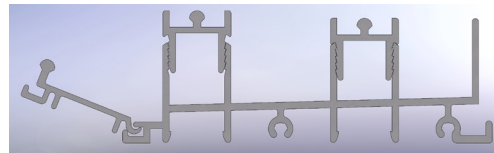

Figura 41
11. **Fije** el riel del mosquitero estándar al marco principal insertando la pieza de cola en la ranura para accesorios del umbral del marco principal y gírela hacia abajo. (Consulte la figura 41).